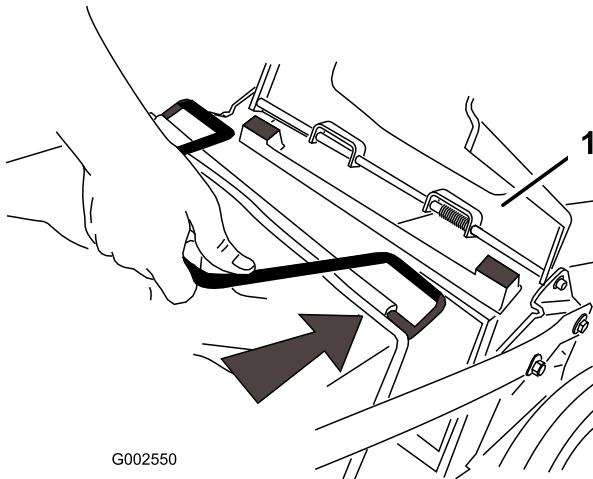

Figura 17
2. Levante y sujeté la puerta trasera (Figura 17).